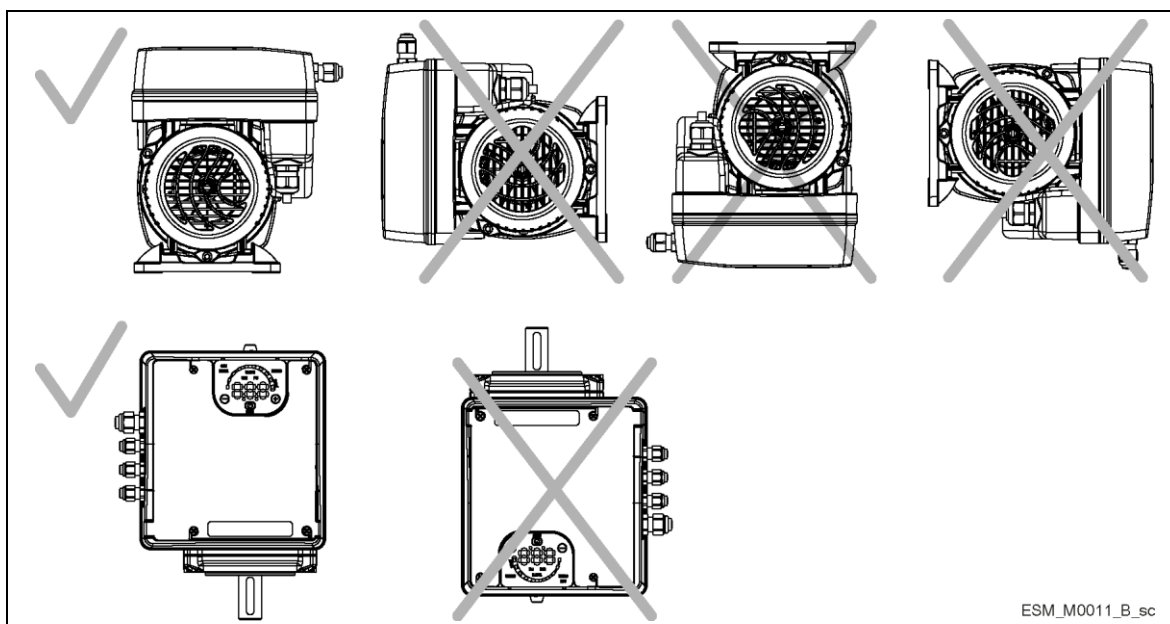

Figura 7: Poziții permise
- Poziționați unitatea așa cum se arată în Figura 7